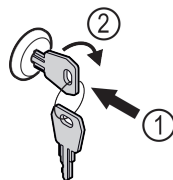

Fig. 131 Exempel
- ▶ Sätt in nyckeln Fig. 131 (1).
- ▶ Vrid nyckeln 90° medurs Fig. 131 (2).